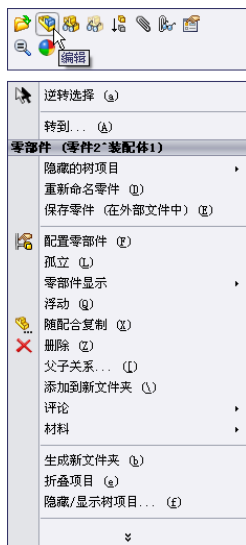

图 11-14 进入零件编辑模式
(3) 在设计树中的新建零件上单击鼠标右键,弹出如图 11-14 所示的快捷菜单,选择“编辑”命令,进入零件编辑模式。